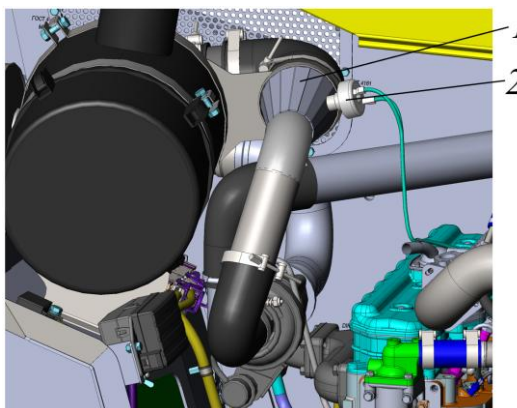

Рисунок 5.27. Датчик засоренности воздушного фильтра двигателя
- ▶ Проверить надежность закрепления датчика 2 во фланце 1, соединение контактов датчика, см. рис. 5.27.